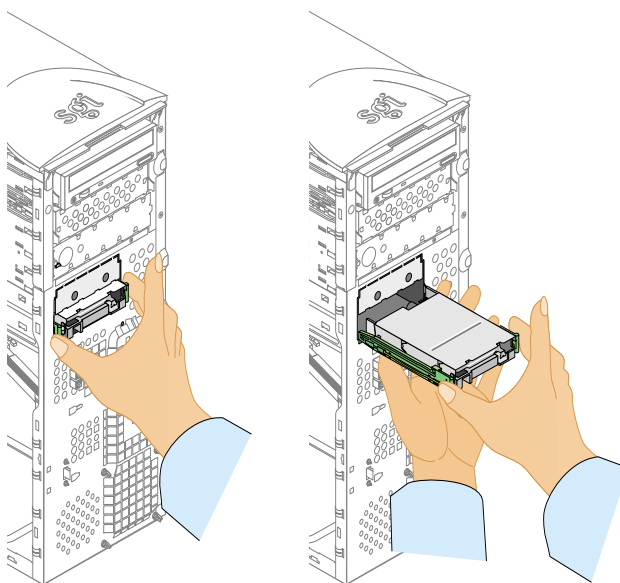

図 2-6 ドライブベイからのドライブの取り外し
3. ドライブベイからドライブを取り外すには、ドライブの両側にあるドライブレールのプラスチック製の解除タブを押して、本体からドライブを引き出します。23 ページの図 2-6 に、その手順を図示します（図 2-6 は、3.5 インチドライブの取り外しを図示していますが、5.25 インチドライブの取り外しも同様です）。
3. ドライブベイから3.5インチドライブを取り外すには、ドライブの両側にあるドライブレールのプラスチック製の解除タブを押して、本体からドライブを引き出します。図2-6にその手順を図示します。